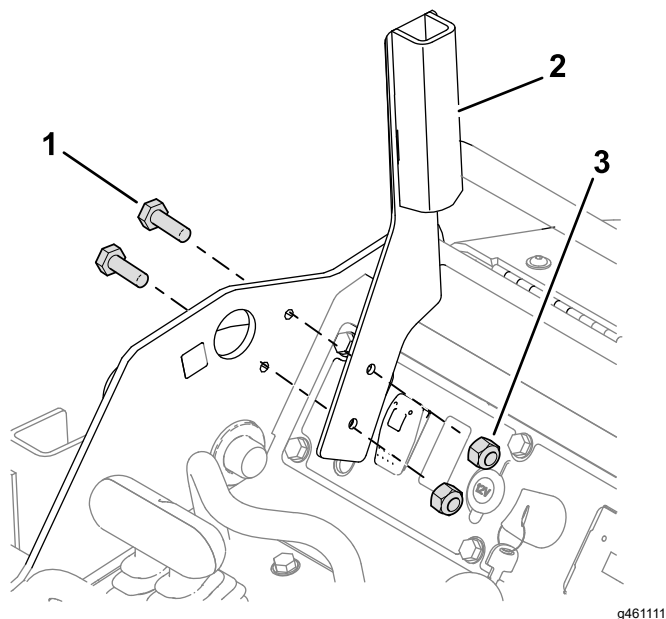
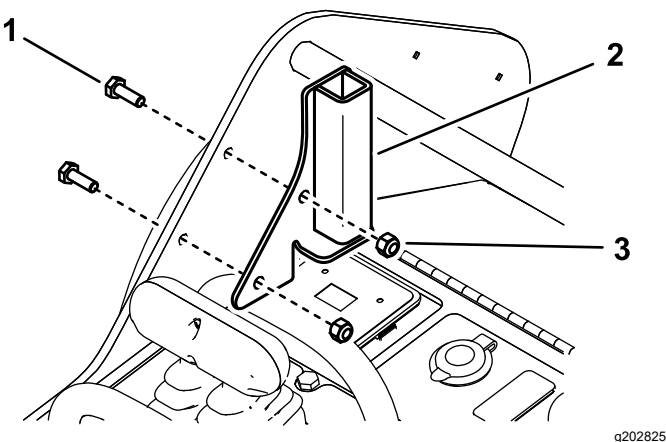

Figura 6
Figura 7
- Usando el protector seleccionado en 2 Selección del soporte de protector correcto \(página 2\), instale el soporte de protector izquierdo en el lado izquierdo del bastidor con 2 pernos ($\frac{1}{4}" \times \frac{3}{4}"$) y 2 contratuercas ($\frac{1}{4}"$), como se muestra en la Figura 6 y la Figura 7.